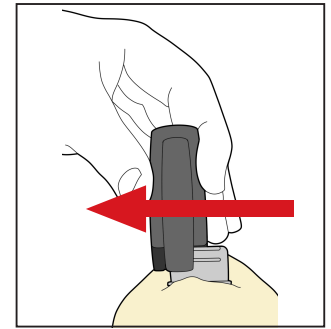

Рис. 13
7. Как только маска полностью застынет, снимите аппликатор IntegraBite с прикусного блока, сдвинув его вправо или влево (Рис. 13).